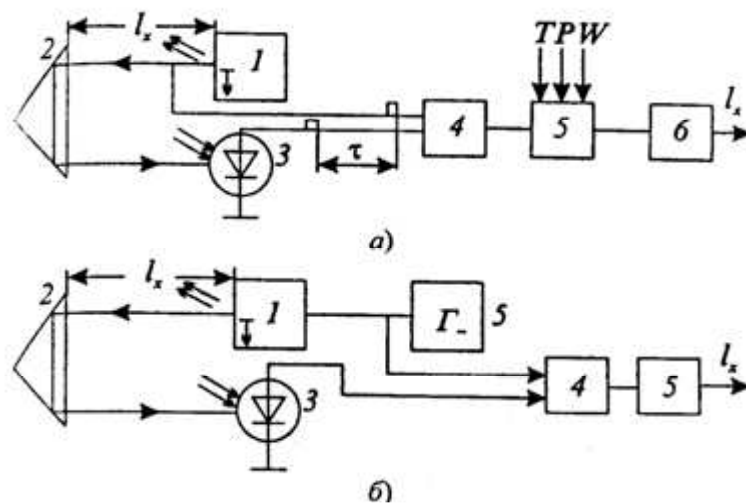

Рис. 1. Схеми реалізації локаційного методу вимірювань відстаней
- імпульсний (принципальна схема наведена на рис. 1,а);
- модуляційний (фазовий) (рис.1б).
У фазових (модуляційних) локаційних віддалемірах (рис. 1,б) використовується неперервне випромінювання лазера 1, модульоване за інтенсивністю синусоїдним сигналом з частотою f_m від генератора 5. Як інформативний параметр для визначення часу проходження променем подвійної вимірюваної відстані l_x приймається кут фазового зсуву між напругою на виході приймача випромінювання 3 (U) та модульовальною напругою, який вимірюється за допомогою фазометра 4 здійснюється на частоті модуляції f_m .